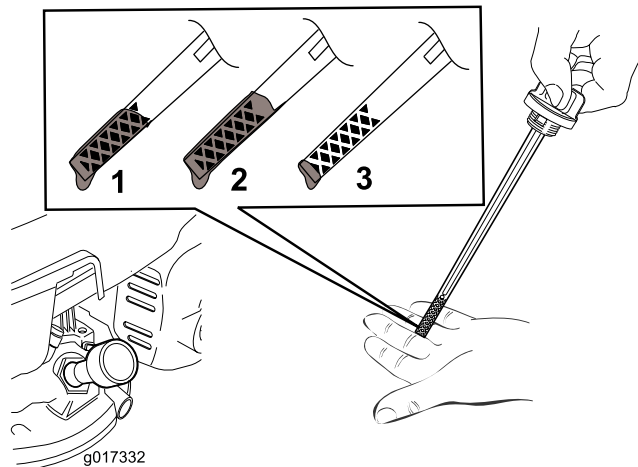

图12
5. 要确定量油尺上的机油油位是否合适、请参阅图12)。
**注意** 向发动机曲轴箱添加机油直到量油尺显示机油油位达到图12中所示的正确位置。如果发动机加注机油过多则需要按照**更换机油** (页码 14) 的说明去除多余机油。